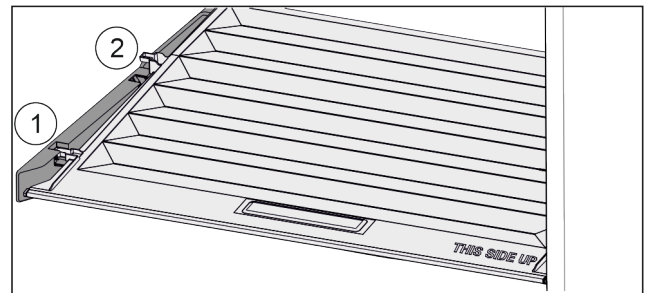

Fig. 24
- ▶ Кришку до отвору в деталях для підтримки потягнути вперед Fig. 24 (1).
- ▶ Підняти ззаду знизу та вийняти Fig. 24 (2) вгору.